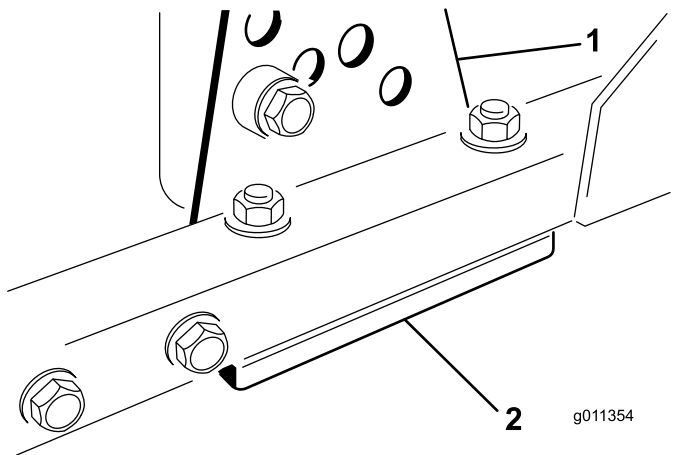

図 89
1. 刈り高ブラケット前、左、右のうち1つをカッティングユニットのフレームから外す **図 89**。
2. カッティングユニットのフレームとブラケットとの間に厚さ 1.5 mm または 0.7 mm のシム、場合によってはこれらの両方を挿入して、希望する刈高を達成する **図 89**。